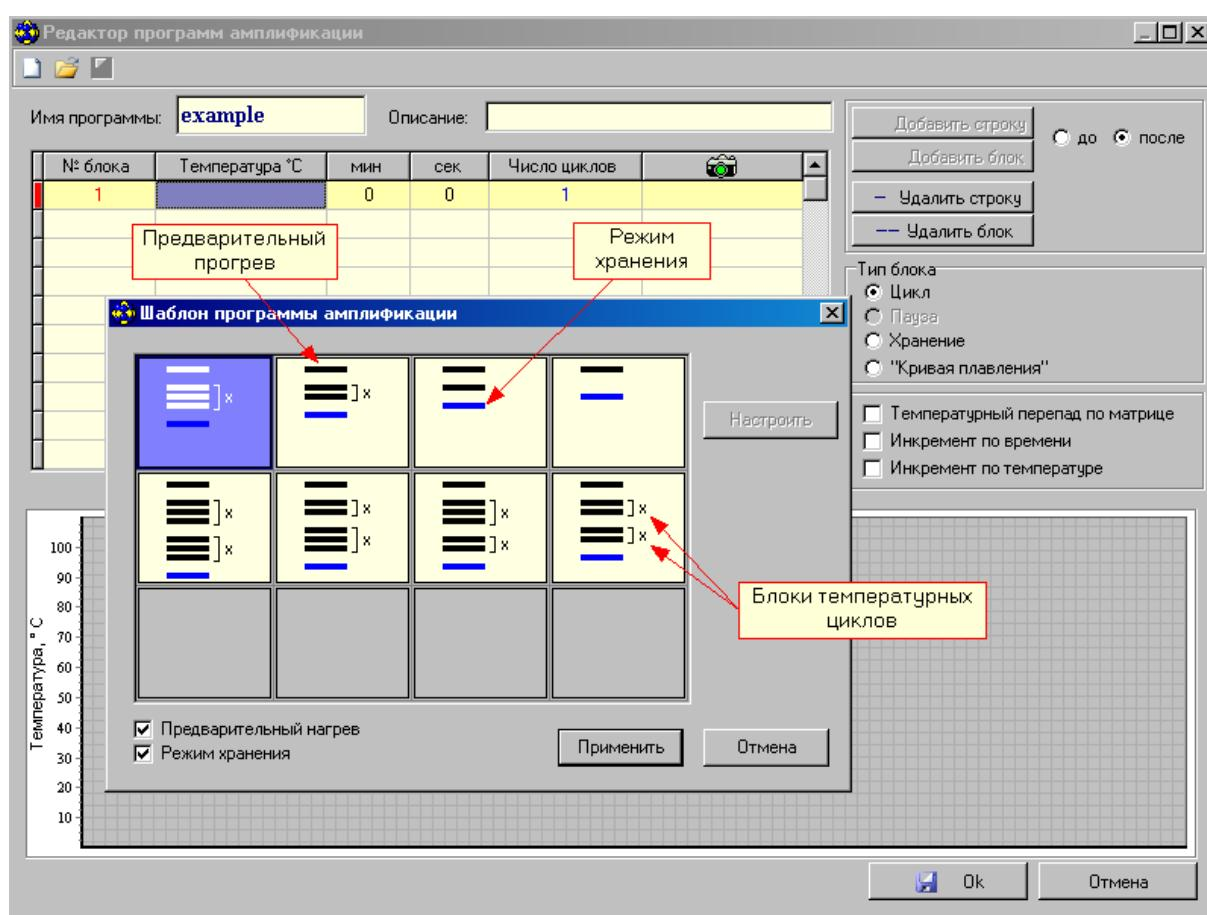

Рис.23. Создание программы амплификации с использованием шаблона.
2. Создать новую программу амплификации (кнопка ), используя окно Шаблон программы амплификации (Рис.23).